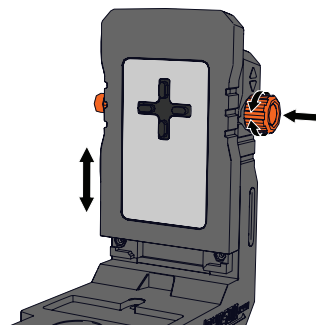

Figure 13
3. Pour effectuer des micro-ajustements à la position verticale du laser, pousser le bouton de micro-ajustement sur l'accessoire de base pour le déverrouiller. Faire pivoter le bouton pour monter ou descendre la plaque de fixation. La position peut être ajustée de 1/32 po à 1 po. Relâcher le bouton pour verrouiller la position. (Figure 13)